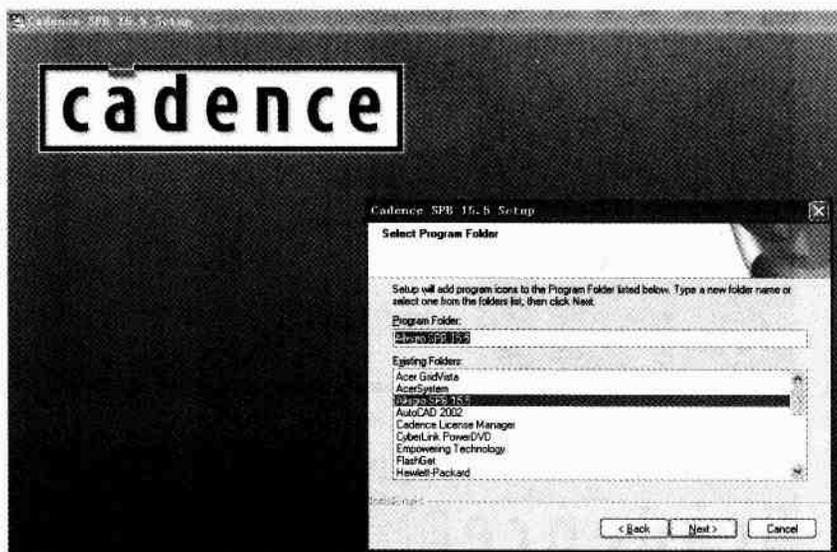

图 1-11 设置安装路径名称
- 8) 在如图 1-11 所示的对话框中，设置安装程序文件夹。